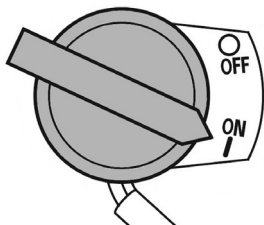

Рис. 17. Выключатель зажигания
- Выключатель зажигания переведите в положение «ON» (Включено) (Рис. 17).
При возникновении аварийной ситуации, для экстренной остановки двигателя мотопомпы переведите выключатель зажигания в положение «OFF» (ВЫКЛЮЧЕНО) (Рис. 17).
3. Переведите выключатель зажигания в положение «OFF» (ВЫКЛЮЧЕНО) (Рис. 17).